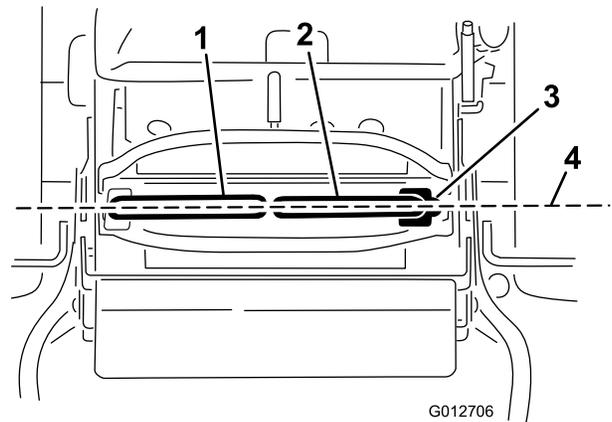

Bild 70
Wichtig: Stellen Sie sicher, dass die Spur des Rasenmähers nach dem Einstellen der Fahrtriebshebel richtig ist. Stellen Sie die Spur ein und nivellieren Sie gleichzeitig die Fahrtriebshebel in der Längsrichtung (**Bild 70**).
1. Nach der seitlichen Ausrichtung müssen Sie die Ausrichtung in Längsrichtung prüfen; drücken Sie die Bedienhebel etwas nach vorne, um das Spiel im Gestänge der Bedienhebel zu entfernen (**Bild 70**).